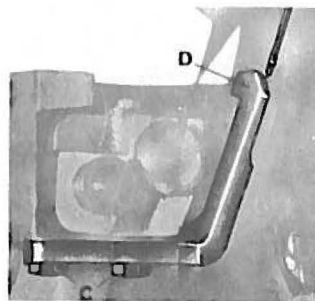

fig. 4
- Fissare sulla base della macchina lo spingi asola D con le viti C. (**fig. 4**)